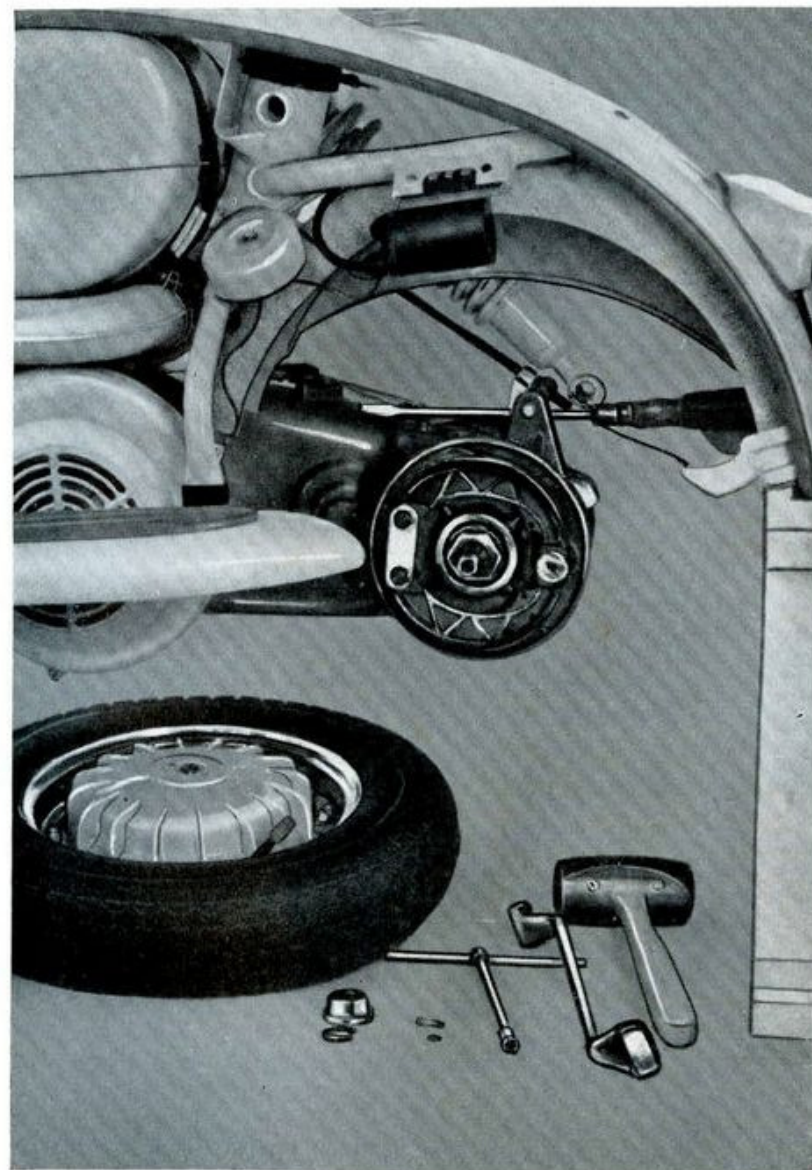

Fig. 10
- » 17 - Smontare la ruota posteriore: provvedere opportunamente a sostenere il carter motore, se presente smontare la rondella di fermo del dado (chiave da 8), svitare la vite a filetto sinistro (chiave da 8) e il dado di bloccaggio della ruota (chiave da 27) sui modelli con vite di fermo, o soltanto svitare il dado di bloccaggio sui modelli con dado autobloccante; sfilare la ruota dall'albero mediante l'estrattore 57028 o più semplicemente battendo con la mazzuola sul pneumatico. Vedi fig. 10.